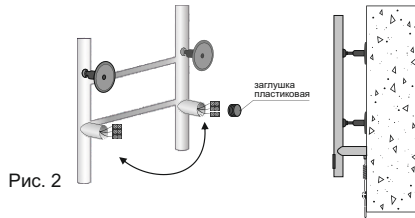
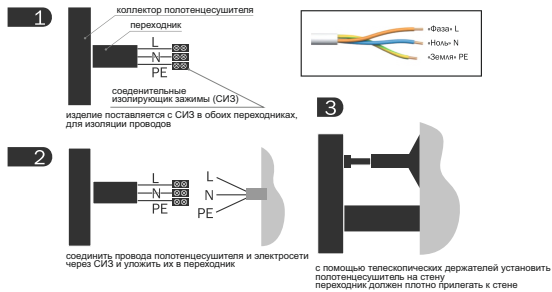

Рис. 2
Рис. 3
- Монтаж полотенцесушителя должен производиться согласно представленной схеме. (Рис. 2, Рис. 3.)